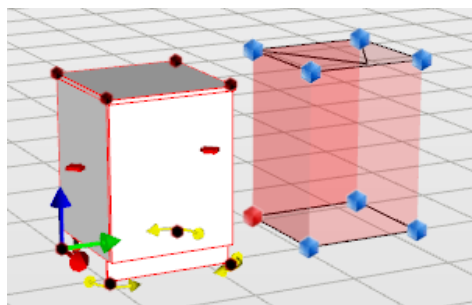

Figura 4.29: Duplica oggetto nella grafica
**DUPLICA:** genera una singola copia dell'oggetto selezionato nella posizione scelta dall'operatore, figura 4.29;